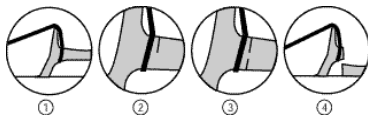
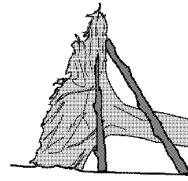

Figure 7 : Découpe d'un arbre déraciné dont la souche penche vers le tronc
Figure 8 : Calage de la souche
- Attacher solidement la souche à l'aide d'un câble relié à un treuil (Figure 7) de façon à la maintenir en place (1). Si la souche n'est pas trop importante, celle-ci peut être calée à l'aide de fiches placées judicieusement (Figure 8).